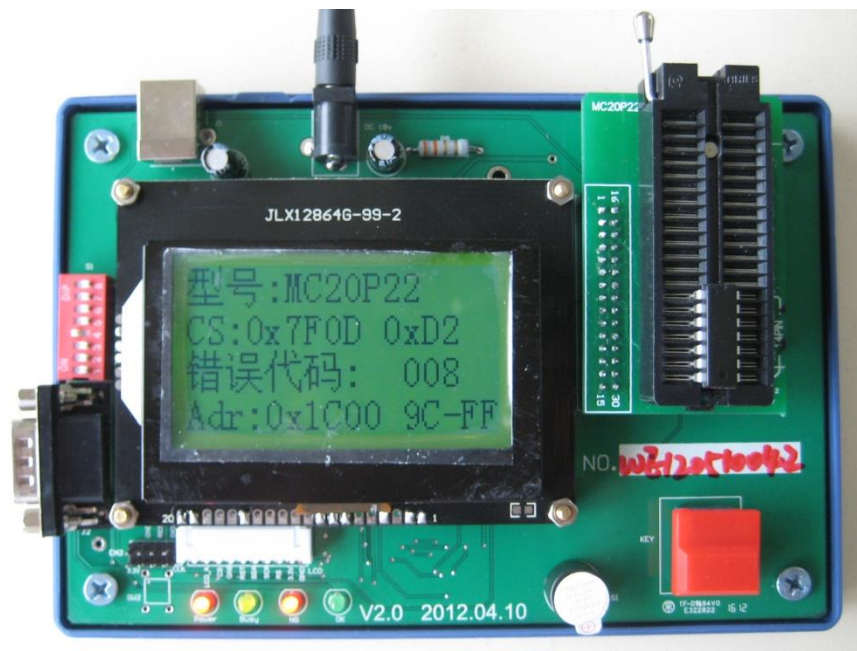

图 2-7
13. 下载完成之后，会出现提示框，显示软件的校验码，和 Flash 的校验码，这两个码必须保证一致，否则传输有误。如果不一致，请将烧写器掉电后重新下载一次。同时下载完成之后，LCD 显示屏也会显示对应型号，和校验码，配置 OPTION 值。如下图 2-7：